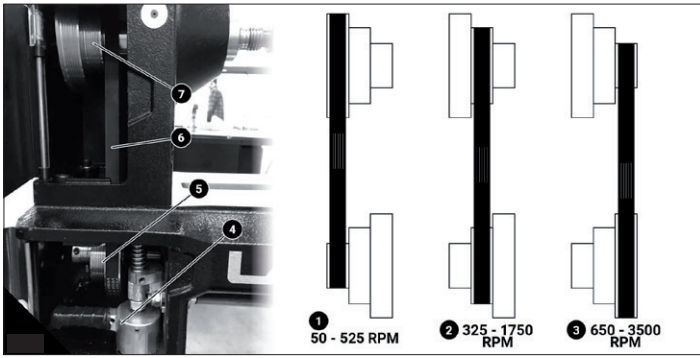

Abb. 13
Abb. 13: Drehzahlstufe wechseln. (1) Niedrige Drehzahl 50-525 U/min (2) Mittlere Drehzahl: 325-1750 U/min. (3) Hohe Drehzahl: 650-3500 U/min. (4) Nockengriff für Spannen des Antriebsriemens. (5) Motor-Riemenscheibe. (6) Antriebsriemen. (7) Spindel-Riemenscheibe.